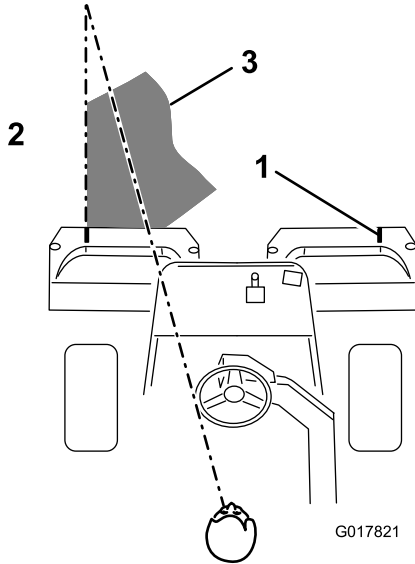

图 39
**注意：** 为了保持以直线方式穿过果岭，并使得机器与此前剪草的边缘保持等距，请在机器前到果岭未剪部分的边缘虚构一条长约 1.8~3m 的视线（图 39）。有人发现，将方向盘的外缘看作视线的一部分非常有用；即让方向盘边缘对准与机器前面始终保持等距的某个点（图 39）。